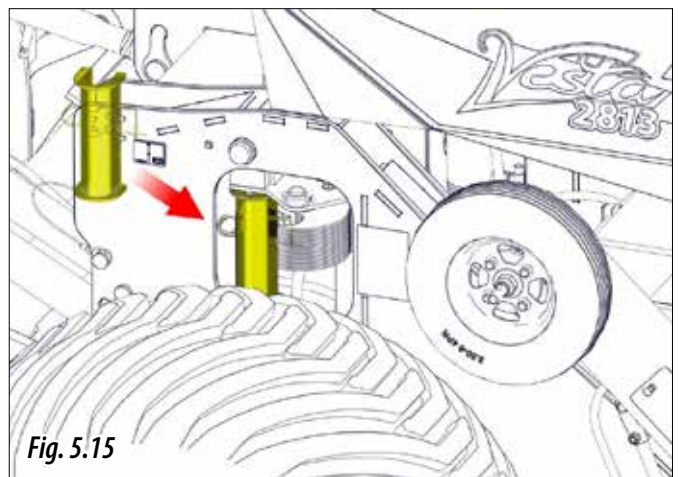

Fig. 5.15
**6-** Colocar los dos calzos de transporte en los cilindros del carro (Fig. 5.15) y fijar la posición con los seguros .